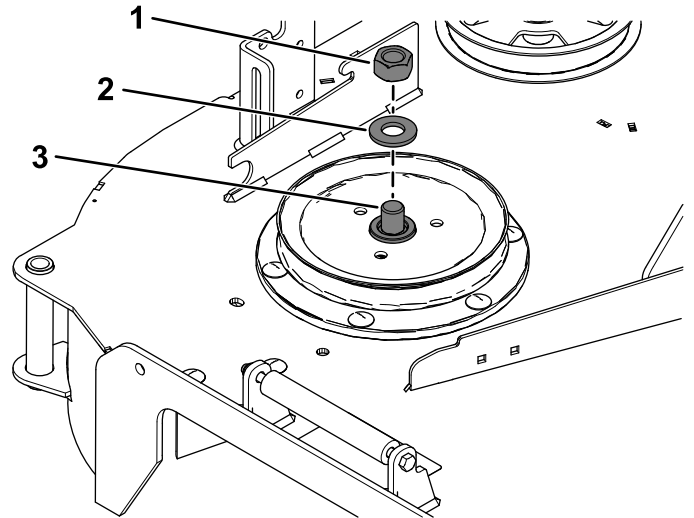

Figura 19
3. Utilice una llave de 1½" para sujetar el eje de la cuchilla mientras retira la tuerca hexagonal (¾") y la arandela del eje de la cuchilla (Figura 19).